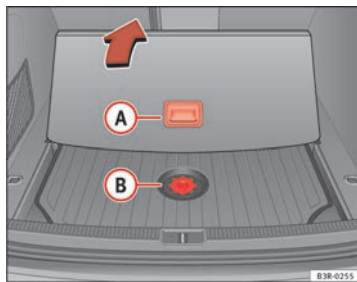

Fig. 191 Acceso a la caja de herramientas y gato
- Eche hacia atrás la cubierta de la superficie de carga agarrándola por el asidero (A) ⇒ fig. 191.
- Desenrosque el tornillo de fijación de la cubierta (B) ⇒ fig. 191.